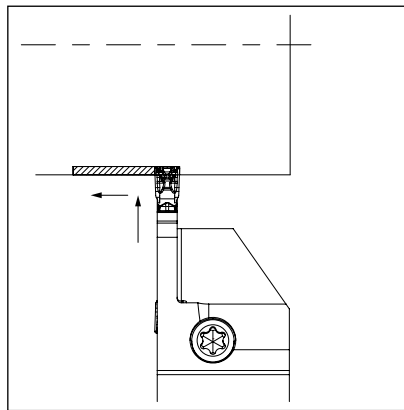

Abbildung 2
2. Einstechtiefe unter 0,5 mm: Für das Schlichten – siehe Abbildung 2